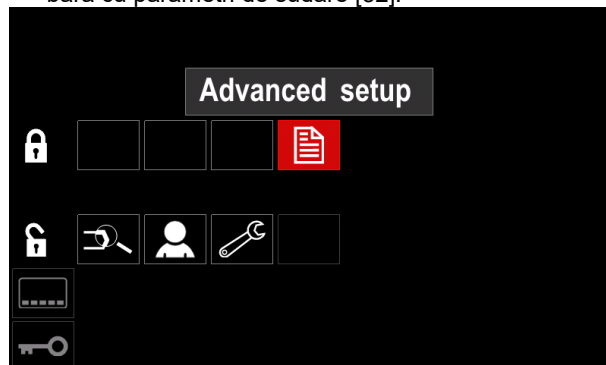

Figura 55
- Apăsăți butonul din dreapta [44]. Simbolul parametrului ales va dispărea din partea inferioară a afișajului (Figura 55). Acest parametru dispăre din bara cu parametri de sudare [52].